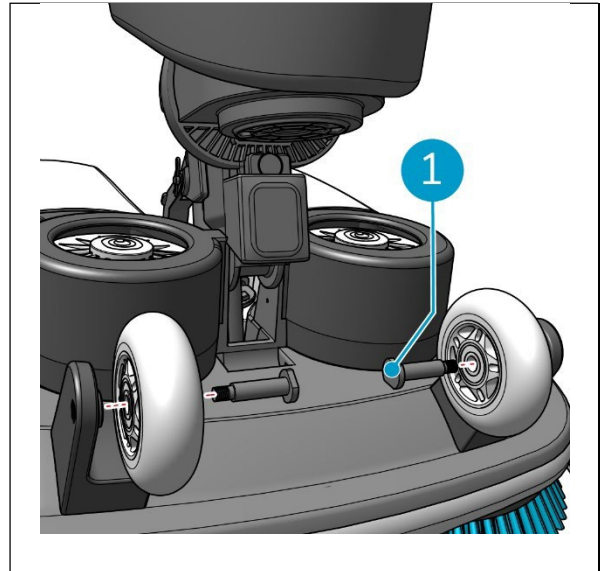

Figura 15
3. Vuelva a instalar las ruedas con los ejes dedicados (Figura 15, pos. 1).